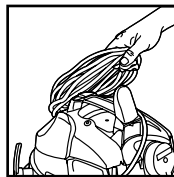

FIGURE 20
45. Saisissez l'ensemble du cordon d'alimentation inséré derrière la poignée et dégagez, en tirant au dessus de la section arrière du rembobineur. Tirez l'ensemble du cordon d'alimentation vers l'avant de l'aspirateur jusqu'à ce qu'il se dégage au complet de la section avant du rembobineur. **FIGURE 20.**